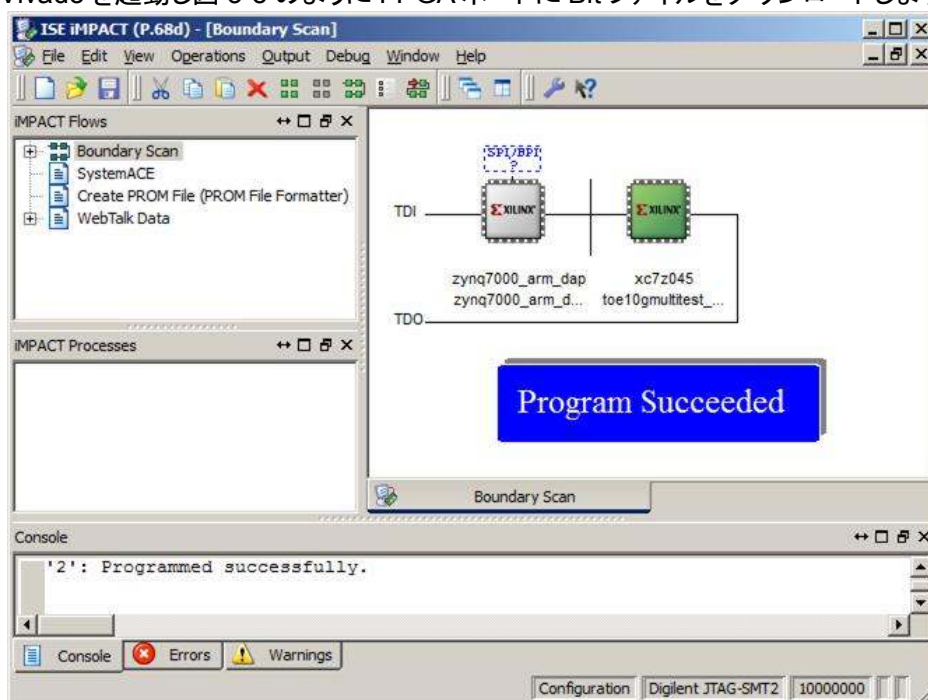

図 3-5: iMPACT による FPGA のコンフィグレーション
- 7) iMPACT/Vivado を起動し図 3-5 のように FPGA ボードに Bit ファイルをダウンロードします。